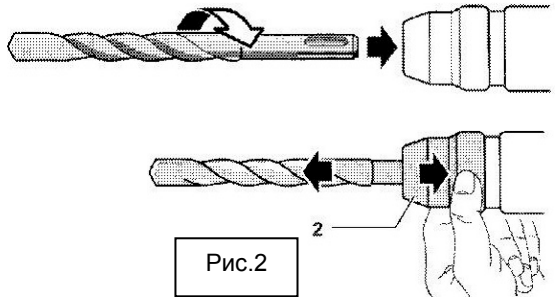

Рис.2
Переключатель (4) служит для изменения режима работы инструмента. С его помощью вы можете выбрать один из трех режимов работы. Для того чтобы изменить положение переключателя (4), поверните его в нужное положение (рис.2).